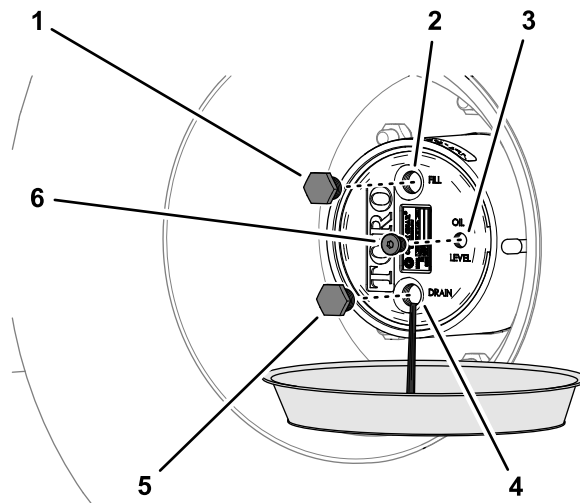

图 86
2. 将放油盘放在行星齿轮传动毂下面取出排油塞、加油塞和检查塞并让油完全排出图 86。